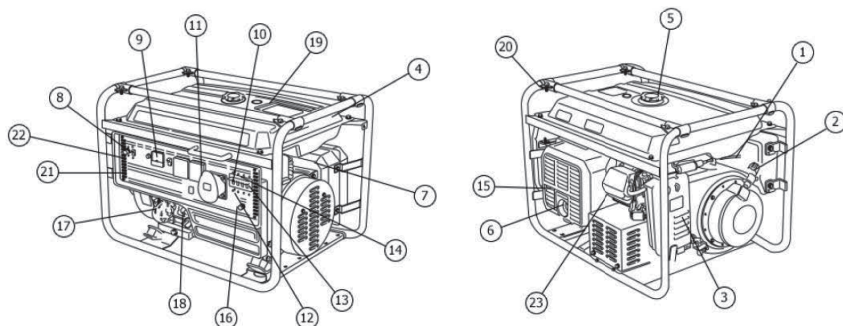

Рис. 1*
- Під час встановлення генератора слід підключити до різьбової клемми (поз. 18; рис. 1) провідник заземлюючого пристрою, що задовольняє вимогам розділу «Забезпечення вимог безпеки»
5. Плавно витягнути до упору трос ручного стартера за ручку (поз.2, рис.1) та повернути у вихідне положення (див. також рис.3)